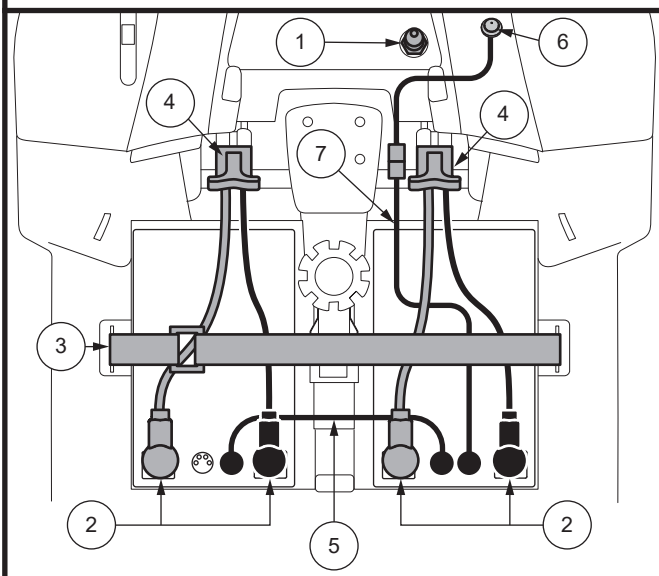

Figura 12. Remoción de la batería / Instalación de Terminales y Conexiones
7. Coloque una nueva batería en cada espacio destinado a las baterías. Las terminales de la batería deben mirar en sentido contrario al asiento, con las terminales positivas (+) y negativas (-) posicionadas tal como se indica en la figura 12.
¡ADVERTENCIA! Cuando se enfrente a una situación de emergencia, las baterías se pueden desconectar rápidamente tirando hacia ADELANTE de la correa de desconexión de emergencia de la batería. Con precaución. Tenga en cuenta que apagar el scooter puede hacer que se detenga abruptamente. Para liberar la parada de emergencia y restaurar la capacidad de conducción del scooter, retire el asiento y la cubierta de la batería y vuelva a conectar el conector de la batería como se muestra en la Figura 12.
NOTA: Si está equipado, asegúrese de que el interruptor de desconexión de la batería esté en la posición "encendido" (-) antes de cargar su batería del vehículo. La batería NO se cargará si el interruptor de desconexión de la batería está en la posición "apagado" (O). Ver figura 12.
¡ADVERTENCIA! Cuando se enfrenta a una situación de emergencia, las baterías se pueden desconectar rápidamente presionando el interruptor de desconexión de la batería en la posición "apagado", lo que hará que el botón salte. Con precaución. Tenga en cuenta que apagar el scooter puede provocar que se detenga abruptamente. Para liberar la parada de emergencia y restaurar la capacidad de conducción del scooter, presione el botón de desconexión de la batería una vez más, presionándolo hacia abajo hasta la posición "encendido". Ver figura 12.